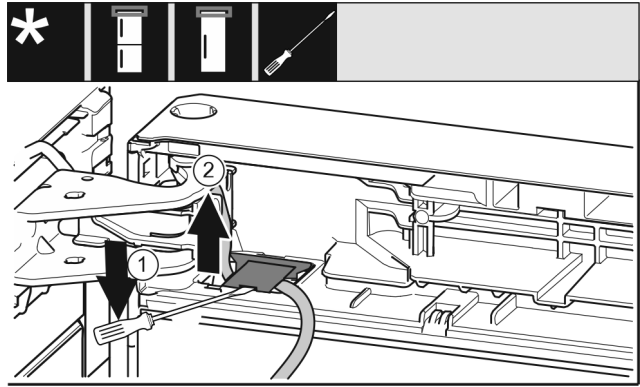

Fig. 8
- ▶ Nosta suojusta uraruuvimeisselillä ja vedä se ulos. Fig. 8 (1)
- ▶ Vedä johto ulos. Fig. 8 (2)